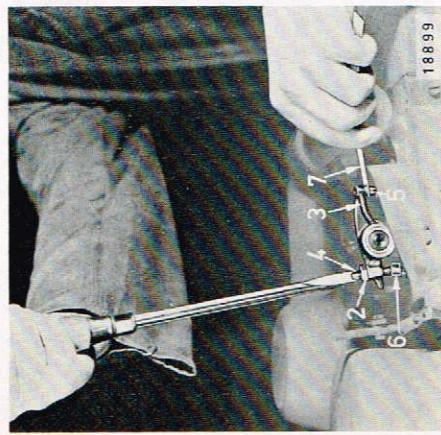
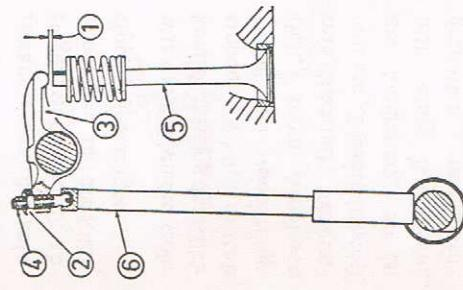

Bild 13
Bild 14
Das Ventilspiel ist bei kaltem Motor mit einer Fühllehre (Spion) 7 (Bild 13) von 0,15 mm Dicke zu prüfen. Hierzu ist die Kurbwelle am Keilriemen so zu drehen, daß beide Ventile eines Zylinders geschlossen sind, das heißt, daß sich die Stößelstangen (6) der zu prüfenden Ventile leicht mit dem Finger drehen lassen. In den vorhandenen Spalt 1 (Bild 14) zwischen Kipphebel (3) und Ventil (5) muß sich nun die Fühllehre 7 (Bild 13) von 0,15 mm Dicke am Einlaßventil und Auslaßventil eben einschieben lassen. Ist dieser Spalt 1 (Bild 14) zu eng oder zu weit, Gegenmutter (2) um ca. 1 bis 2 Umdrehungen lösen und die Einstellschraube (4) mit einem Schraubenzieher so regulieren, daß bei wieder angezogener Gegenmutter (2) die Fühllehre 7 (Bild 13) sich ohne Widerstand herausziehen läßt.